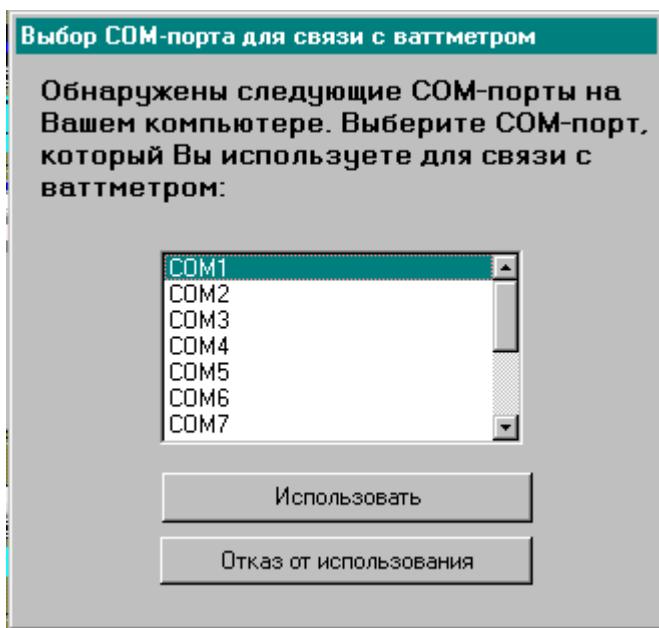

Рисунок 7.1
- После запуска ПО МЗ-108 автоматически определяются доступные на компьютере порты RS-232. Если количество доступных портов больше единицы, то отображается окно выбора COM-порта, который используется для связи с ваттметром (рисунок 7.1).